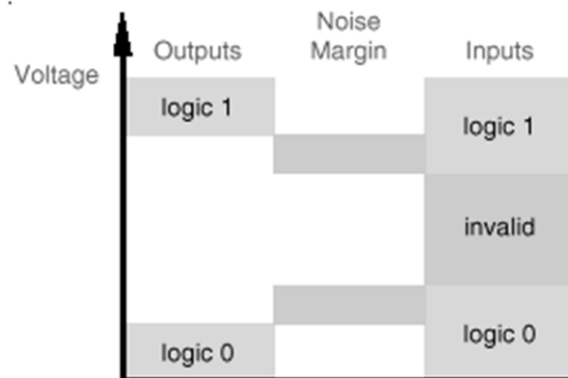

Figura 1 - Gama de tensões geradas (saída) e aceites (entradas) e margem de ruído [3].
Os circuitos integrados TTL são projetados para serem compatíveis entre si, no sentido em que a gama de tensões geradas por uma saída TTL de um CI seja interpretada como sendo o mesmo nível lógico (alto ou baixo) pela entrada de outro CI TTL, sendo a margem de segurança denominada por margem de ruído (ver Figura 1).
- a) Desenhe a Figura 1, indicando nas posições corretas na figura os valores mínimos e máximos de  $V_{IH}$ ,  $V_{IL}$ ,  $V_{OH}$  e  $V_{OL}$ .